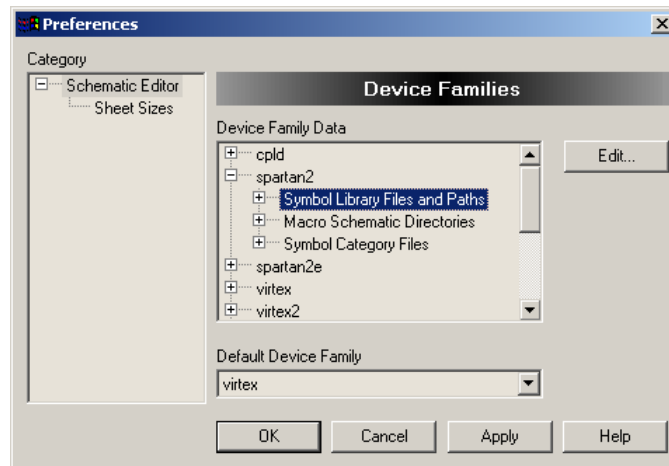

Figura 7.9. Fereastra de dialog *Preferences*.
3. Pentru familia de circuite selectată, se execută un clic pe linia *Symbol Library Files and Paths* (Figura 7.9).